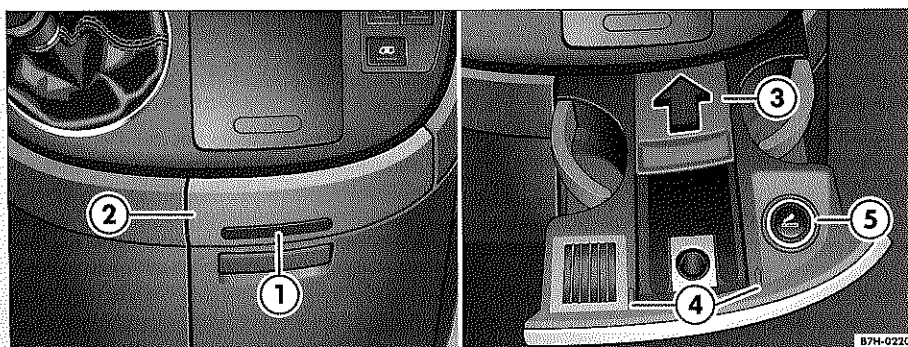

Fig. 82 Cenicero en el portabebidas del tablero de instrumentos
- Pulse la tecla ⇒ página 94, fig. 82 (1) del portabebidas del tablero de instrumentos. El portabebidas (2) se abre automáticamente.
- Desplace la tapa del cenicero (3) en la dirección de la flecha.